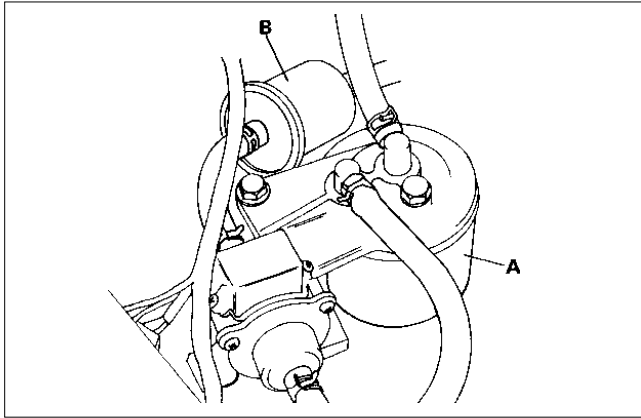

Fig.36
- (a) Remove filter cartridge (A Fig.36) and discard.
- (a) Release clamp bands either side of the in-line filter (B Fig.36) and remove fuel pipes.
- Schroef het filterpatroon (A afb. 36) los en gooi dit weg.
- Maak de klembanden aan beide zijden van het lijnfilter (B afb. 36) los en verwijder de brandstofleidingen.
- Enlever la cartouche (A fig. 36) et la jeter.
- Desserrer les colliers du filtre (B fig. 36) et enlever les tuyaux à gasoil